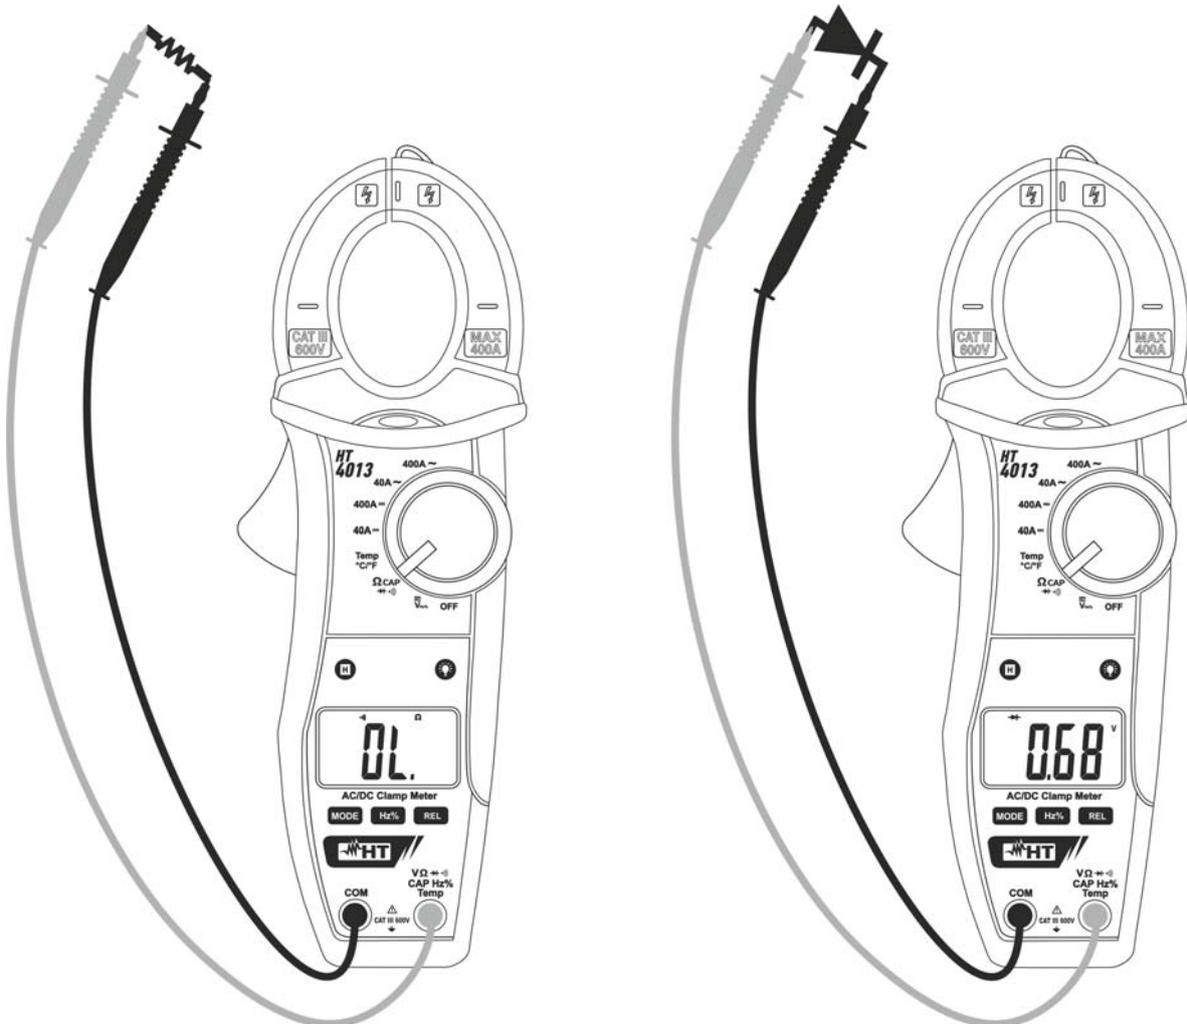

Fig. 7 : Utilisation de la pince pour test de continuité et test des diodes
3. Insérer le câble rouge dans l'entrée du jack **V Ω \rightarrow \rightarrow CAP Hz % Temp** et le câble noir dans l'entrée du jack **COM** et exécuter le test de continuité sur l'objet sous test (voir la Fig. 7 - partie gauche). L'alarme émet un signal sonore si la valeur de résistance mesurée est inférieure à 150 Ω environ.
5. Connecter l'embout rouge à l'anode de la diode et l'embout noir à la cathode en cas de mesure de polarisation directe (voir la Fig. 7 – partie droite). Inverser la position des embouts en cas de mesure de polarisation inverse.